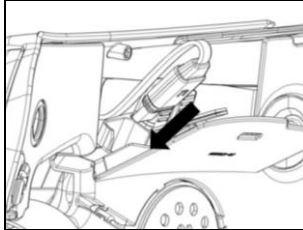

Abb. 7
- Richten Sie den Stecker der Tastenvorrichtung auf die E-Box aus (Abb. 7).